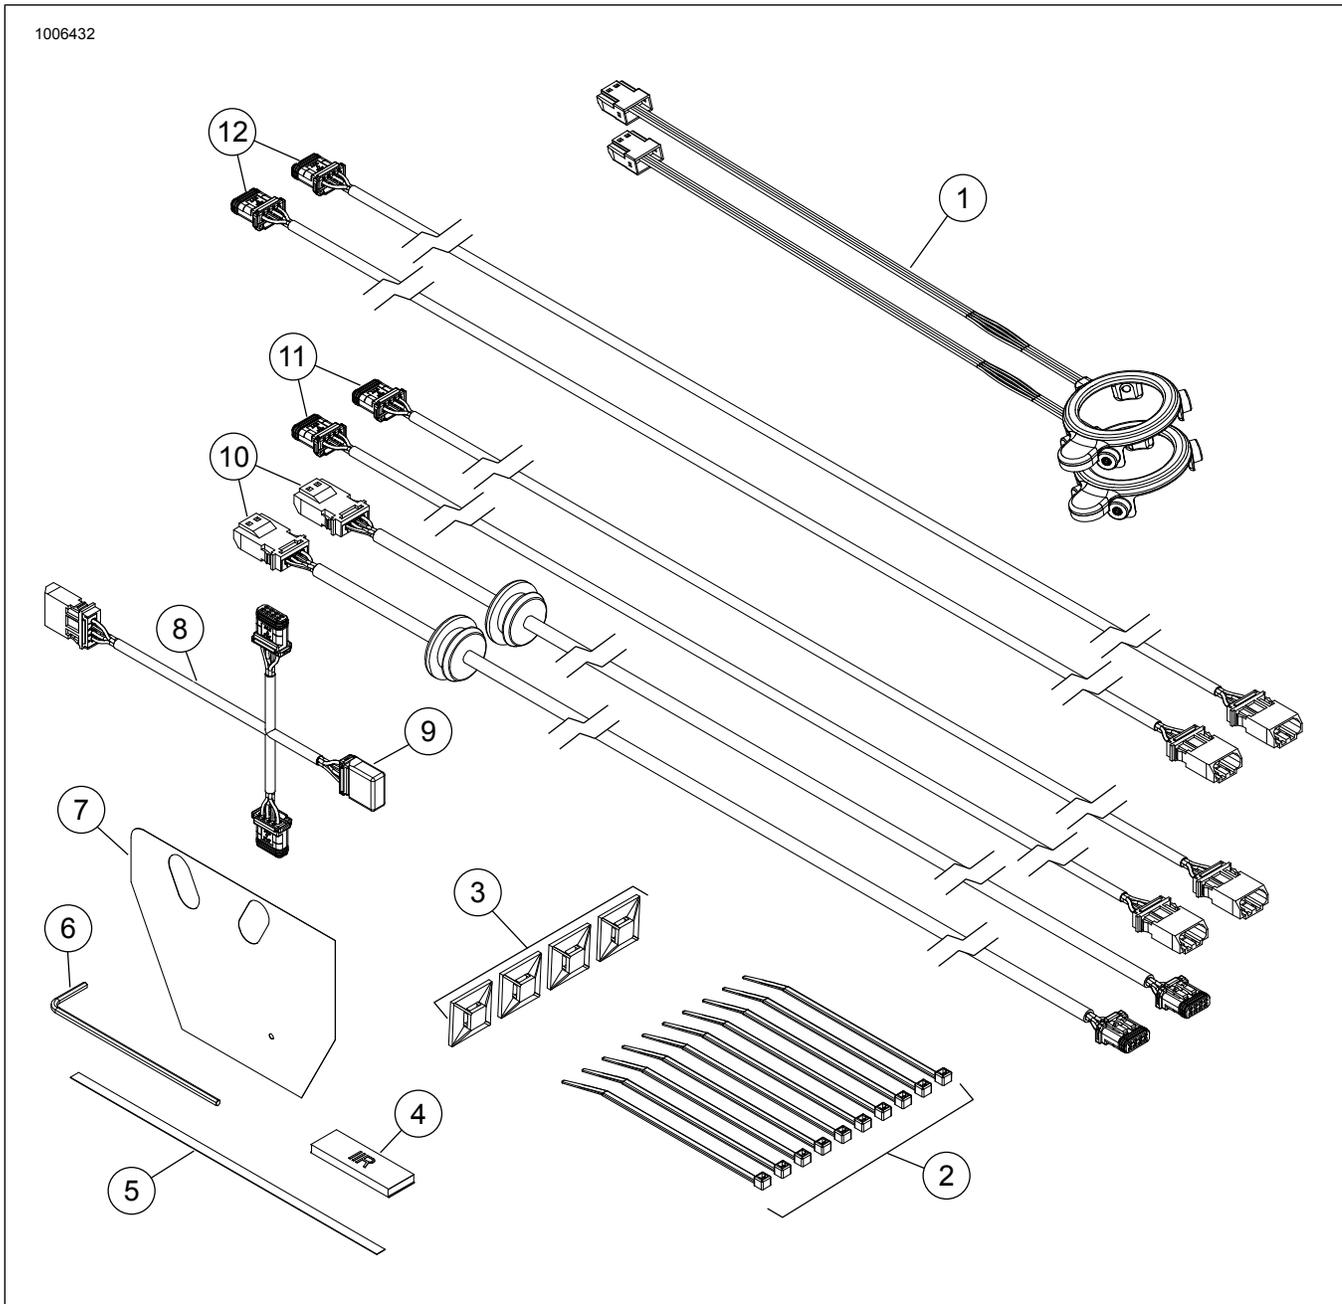

Figura 31. Peças de reposição, kits de luzes LED R/G/B do alto-falante Stage I
Veja a figura 31. e Tabela 1. Conecte e oriente o chicote de fios de 48 pol. (12) do controlador de LED R/G/B em direção aos alforjes. Conecte o chicote de fios de três vias (8) nas conexões do alto-falante.
Veja a figura 31. e Tabela 1. Deslize o ilhó cerca de 15 cm (6 pol.) da extremidade macho do chicote de fios (10).
Veja a figura 31. e Tabela 1. Conecte e oriente o chicote de fios de 48 pol. (12) do controlador de LED R/G/B em direção aos alto-falantes do corpo. Conecte o chicote de fios de três vias (8) nas conexões do alto-falante.